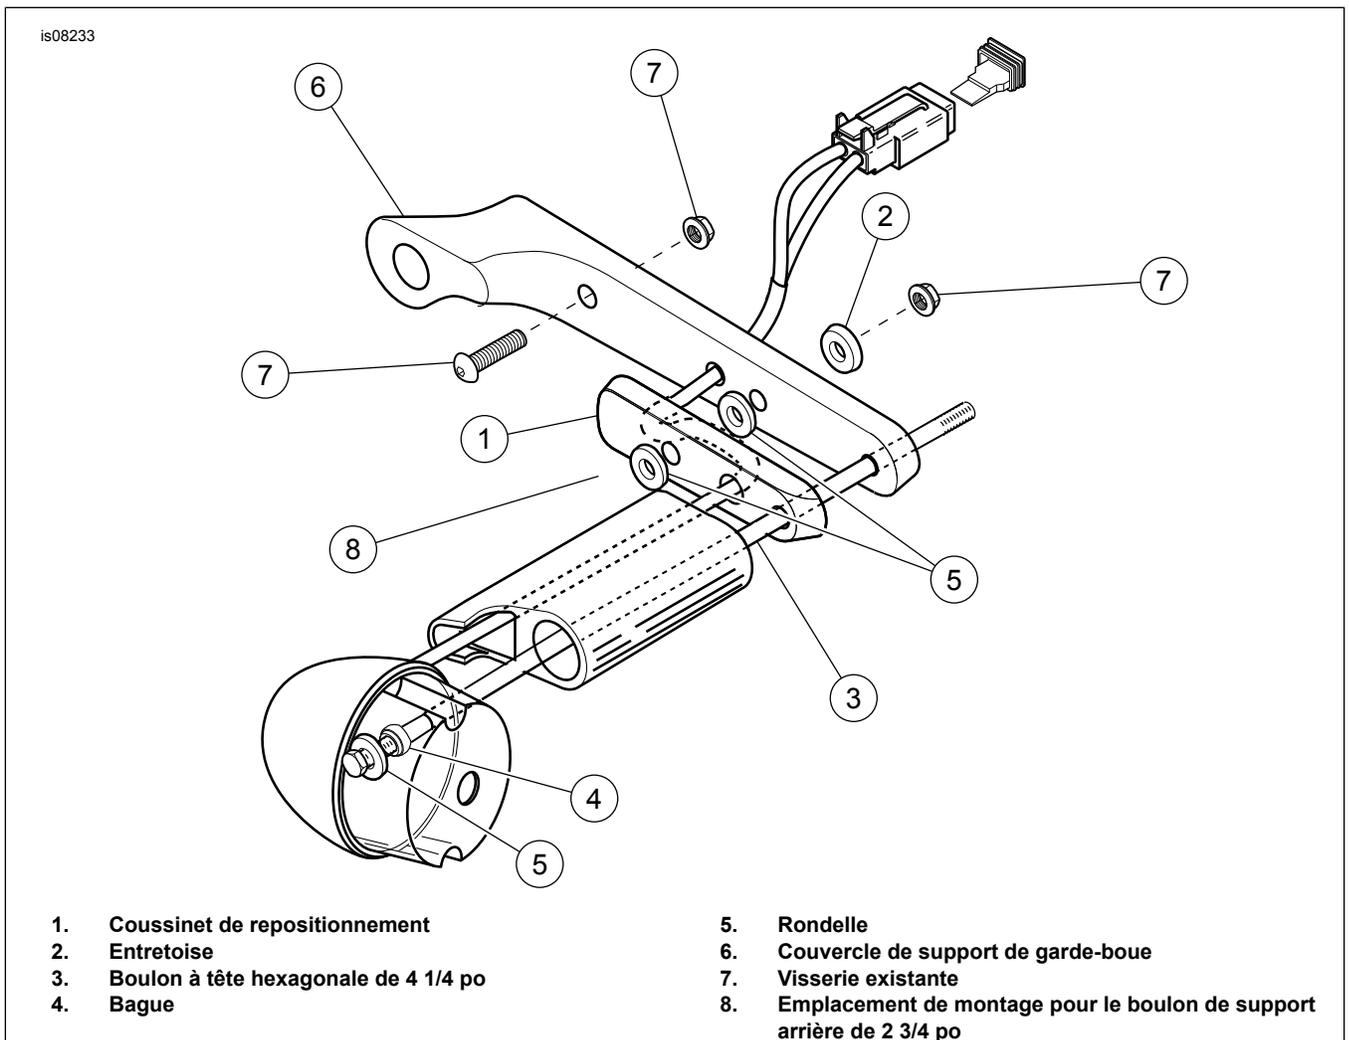
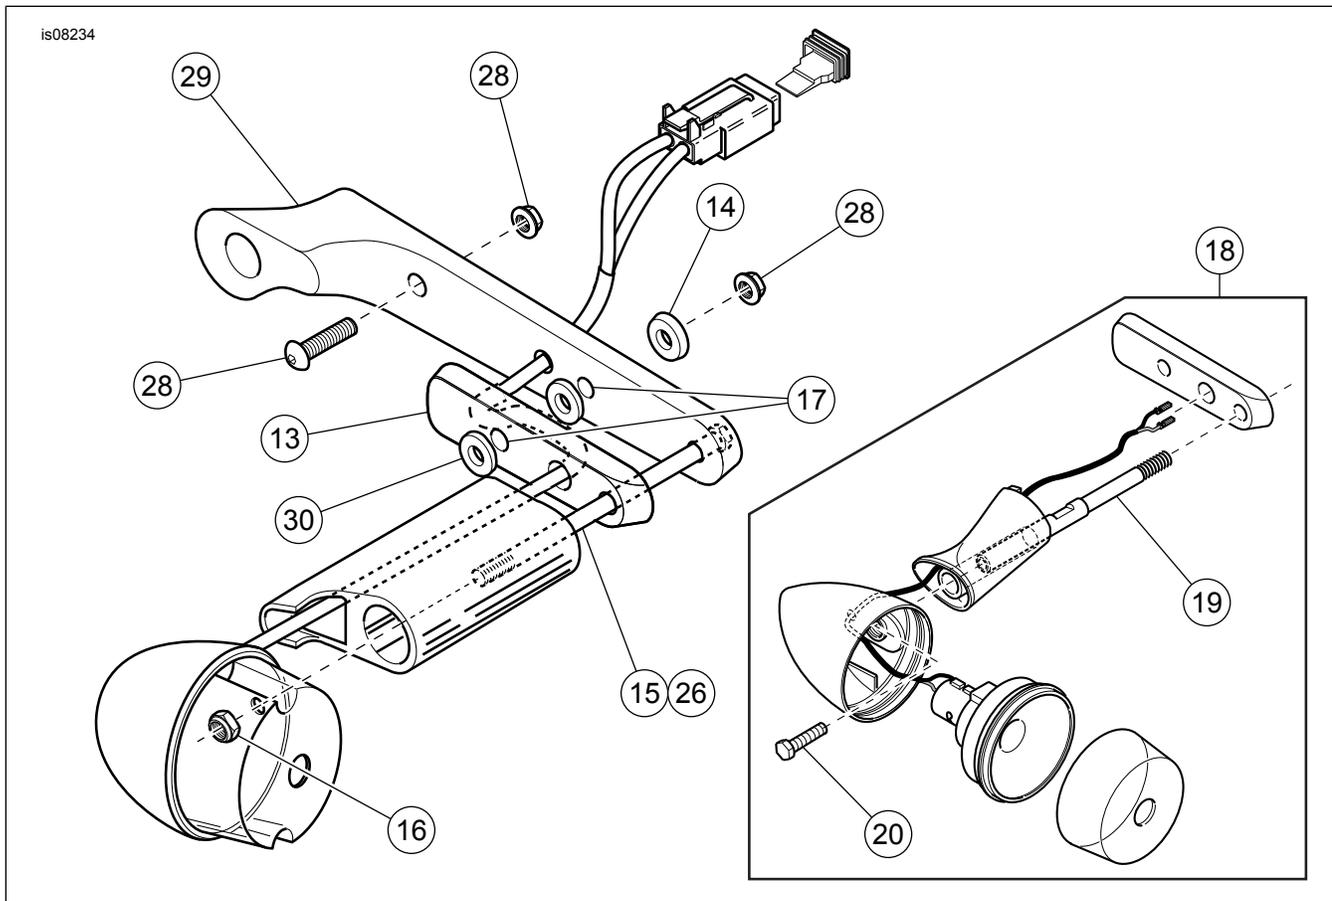

Figure 10. Installation sur les modèles de 1998 à 2001
Figure 11. Pièces de rechange (kit 2 de 3)
5. Voir Figure 11. Installer le long boulon de 4 1/2 po (15) du kit depuis l'intérieur du garde-boue vers l'extérieur par les trous arrière, là où les vis à tête bombée ont été retirées à l'étape 3.
9. Voir Figure 11. À l'aide d'un petit morceau de ruban adhésif, attacher la grande entretoise (14) du kit au cadre sur le trou du goujon de feu de direction arrière retiré.
11. Voir Figure 11. **Sur les modèles de 1994 à 1997** sauf Hugger, introduire le boulon de 4 1/2 po (15) depuis l'intérieur du garde-boue vers l'extérieur par le trou le plus en arrière dans le cadre du garde-boue. Le laisser en place sans le serrer. Voir Figure 10. **Sur les modèles de 1998 à 2001**, percer les filets dans le boîtier de feu de direction à l'aide d'un foret de 13/32 pouce. Faire attention de ne pas rayer la surface chromée du boîtier de feu de direction. Placer la rondelle (5) et la bague (4) sur le boulon de 4 1/4 po (3) près des filets. Installer le boulon dans le boîtier de feu de direction. La bague doit être au niveau du bossage interne dans le boîtier de feu de direction. **Sur les modèles de 2002 et 2003**, se reporter à l'étape 13.
12. Voir Figure 11. **Sur les modèles de 2001 et plus anciens**, introduire le fil du feu de direction arrière par le trou central dans le coussinet de repositionnement, le long de la gaine à l'intérieur du coussinet et par le troisième trou à partir de l'arrière dans le couvercle de support de garde-boue. Réacheminer le fil le long de l'intérieur du couvercle de support de garde-boue et le rattacher en position avec un ruban adhésif à l'arrière du couvercle de support de garde-boue.
- Voir Figure 11. **Sur les modèles de 1994 à 1997**, installer le feu de direction arrière avec coussinet de repositionnement et couvercle de support de garde-boue sur le garde-boue en utilisant le boulon de 4 1/2 po introduit dans l'arrière du garde-boue (étape 11). Serrer le boulon jusqu'à immobilisation à l'aide du contre-écrou (16) installé sur le boulon à l'intérieur du boîtier de feu de direction.
- Voir Figure 10. **Sur les modèles de 1998 à 2001**, enduire de Loctite n° 242 (bleu) les filets du boulon de 4 1/4 po (3). Installer le feu de direction avec coussinet de repositionnement (1) et couvercle de support de garde-boue sur le garde-boue avec le boulon de 4 1/4 po introduit dans le boîtier de feu de direction à l'étape 11.
- Voir Figure 11. **Sur les modèles de 2002 et 2003**, introduire l'extrémité à filetage externe du goujon de montage de 4 po (19) dans le trou à l'extrémité étroite du coussinet de repositionnement (13). Disposer sans les serrer le boîtier de feu de direction et la tige sur le goujon de montage, en acheminant le fil de feu dans le trou central du coussinet de repositionnement, le long du conduit sur le côté intérieur du coussinet, et dans le troisième trou à partir de l'arrière du couvercle de support de garde-boue.
- Enduire de Loctite® n° 242 (bleu) le filetage externe du goujon de montage. Introduire le goujon de montage par le couvercle de support de garde-boue et dans le support de garde-boue. À l'aide d'une clé polygonale de 5/16 po sur le méplat du goujon de montage, serrer le goujon dans le support de garde-boue à un couple de 16,3 N·m (12 lb·pi). Installer la vis à capuchon hexagonale (20) à l'intérieur du boîtier de feu de direction et serrer à un couple de 12 N·m (9 lb·pi) dans le goujon de montage (19). Tirer fermement le fil de feu à travers le support de garde-boue. Enduire d'un lubrifiant approprié le silentbloc en caoutchouc de l'ensemble d'ampoule. Ceci facilitera l'installation de l'ensemble dans le boîtier de feu de direction. Pousser l'ensemble d'ampoule uniformément dans le boîtier de feu de direction jusqu'à ce qu'il soit installé sous la gorge de couvercle de diffuseur.
- Voir Figure 11. **Sur les modèles de 1994 à 1997**, installer le feu de direction sur le coussinet de repositionnement avec le boulon de 4 1/2 po introduit dans le garde-boue (étape 11). Serrer le boulon jusqu'à immobilisation à l'aide du contre-écrou (16) installé sur le boulon à l'intérieur de l'ensemble de feu de direction.
- Voir Figure 10. **Sur les modèles de 1998 à 2001**, installer l'ensemble de feu de direction sur le coussinet (1) en utilisant le boulon de 4 1/4 po (3) introduit dans le boîtier de feu de direction à l'étape 11. Serrer le boulon jusqu'à immobilisation.
14. Voir Figure 11. **Sur les modèles de 1994 à 1997**, serrer le boulon de feu de direction arrière de 4 1/2 po à partir de l'intérieur du garde-boue à un couple de 16,3 N·m (12 lb·pi). Voir Figure 10. **Sur les modèles de 1998 à 2001**, serrer le boulon de feu de direction arrière de 4 1/4 po (3) à partir de l'intérieur du boîtier de feu de direction à un couple de 16,3 N·m (12 lb·pi).